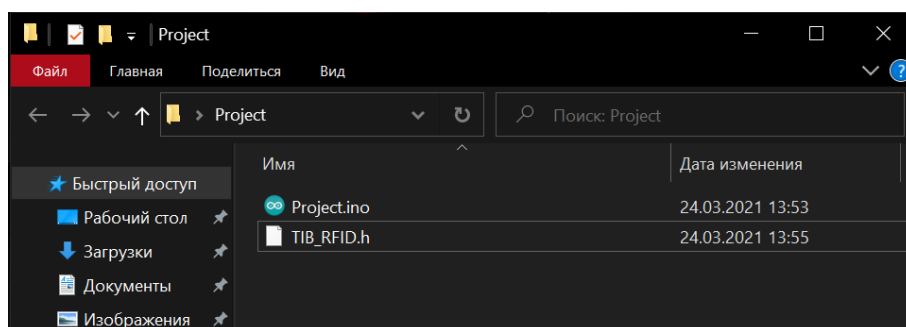

Рисунок 9.4 – Добавление файла в проект
- 2) Далее в папку с проектом необходимо добавить полученный файл (рисунок 9.4):